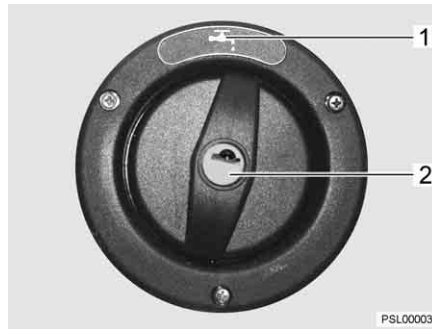

Bild 36 Verschlussdeckel für Trinkwasser-Einfüllstutzen
- ▷ Der Trinkwasser-Einfüllstutzen ist mit dem Symbol "☰" (Bild 36,1) gekennzeichnet.
- Schlüssel in Schließzylinder (Bild 36,2) stecken und entgegen dem Uhrzeigersinn drehen.